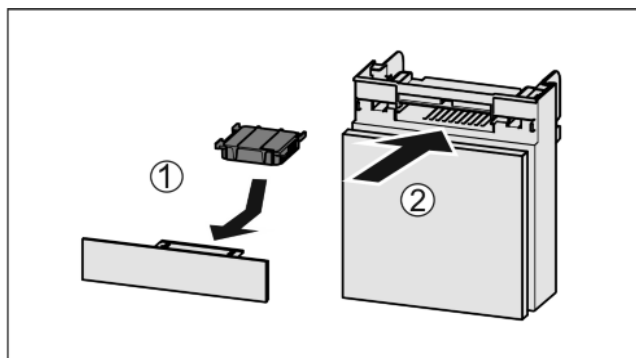

Fig. 65
- ▶ Aktivkohlefilter nach Abbildung einsetzen Fig. 65 (1).
- ▶ Fach einschieben Fig. 65 (2).